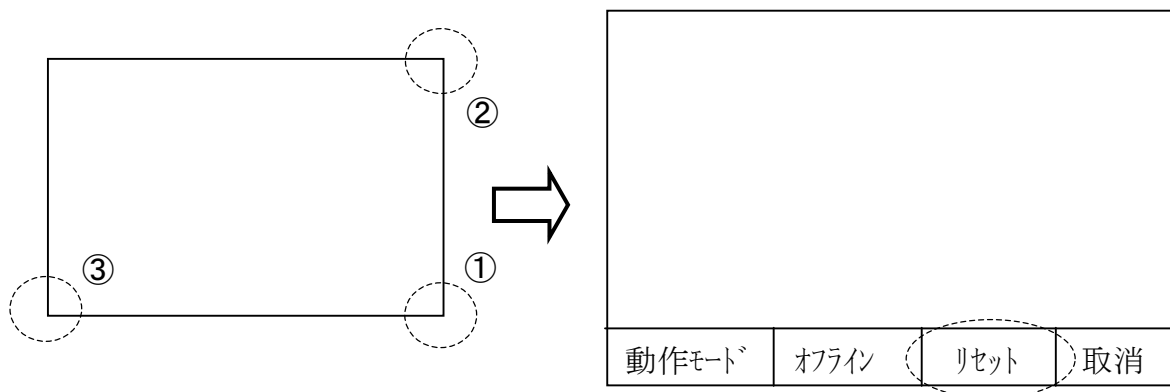
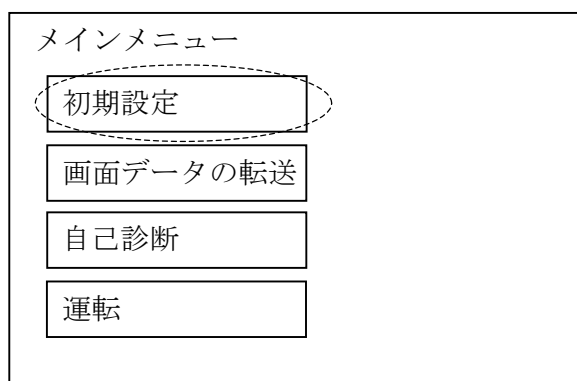

図 7.1 強制リセットの動作モード
図 7.2 メインメニュー
上記の図 7.1 の状態にした後、「オフライン」をタッチすると、メインメニュー(図 7.2)が表示されますので、「初期設定」ボタンを押して下さい。次に表示される初期設定(図 7.3)では「システム環境の設定」をタッチし、システム環境の設定(図 7.4)が表示されたところで、「システムの設定」をタッチします。このとき表示されるシステムの設定(図 7.5)にて設定を変更します。
- ② システム環境の設定で「メイン」をタッチして下さい。メインメニュー(図 7.2)に戻ります。
- ③ メインメニューで「運転」をタッチして下さい。初期画面(4.1 参照)に戻ります。